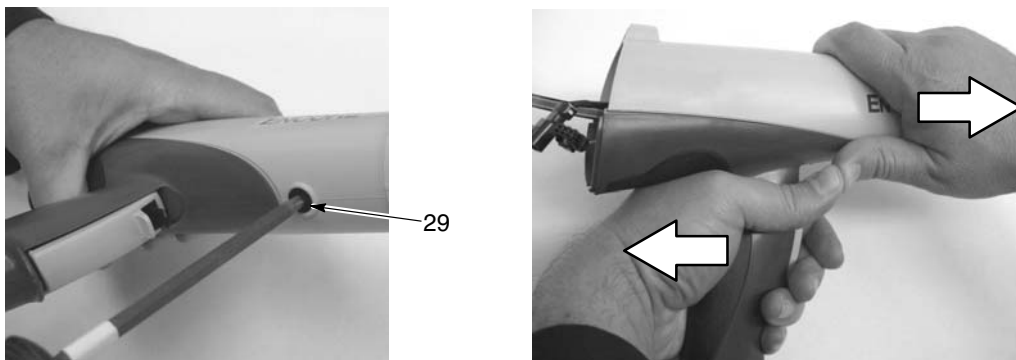

Figura 6-3 Remoção do corpo da pistola do punho
4. Consulte a figura 6-3. Retire o parafuso preto de nylon (29) do corpo da pistola.